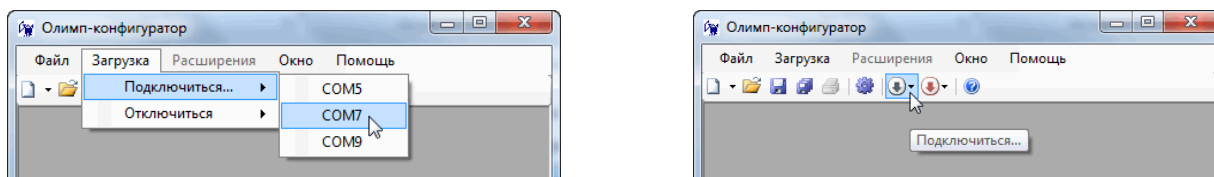

Рисунок 8.7 - Выполнение команды «Подключиться»
- 7) Выполнить подключение приборов через команду «Подключиться» (см. рисунок 8.7):